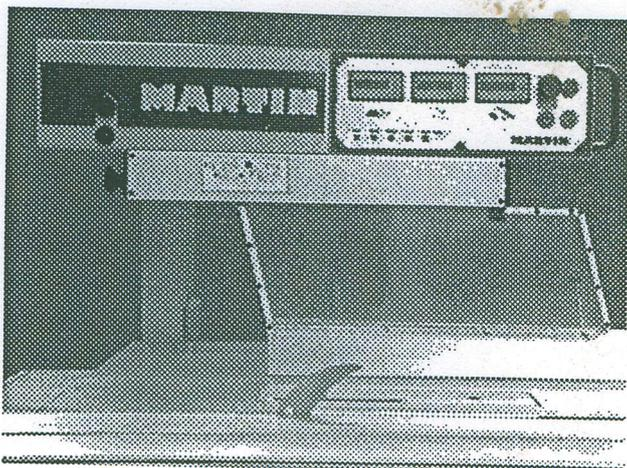

Bild 5.22
- Bild 5.22, nächste Seite, serienmäßig geeignet für Schnitthöhen bis 170 mm bei Sägeblatt Ø 500 mm.
- Das Schaltpult ist wegschwenkbar, Höhenverstellung der Schutzhaube mit dem Handgriff am Schaltpult (Bild 5.22), elektrisch per Taster oder auch automatisch mit der Höhenverstellung des Sägeblatts (beides ebenfalls Sonderzubehör).